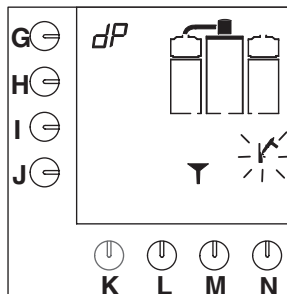

Fig. 19 Kaffebryggeren beder om afkalkningsmiddel
- Der lyder et signal, hammersymbolet blinker, og der vises en dragt i displayet (fig. 19).